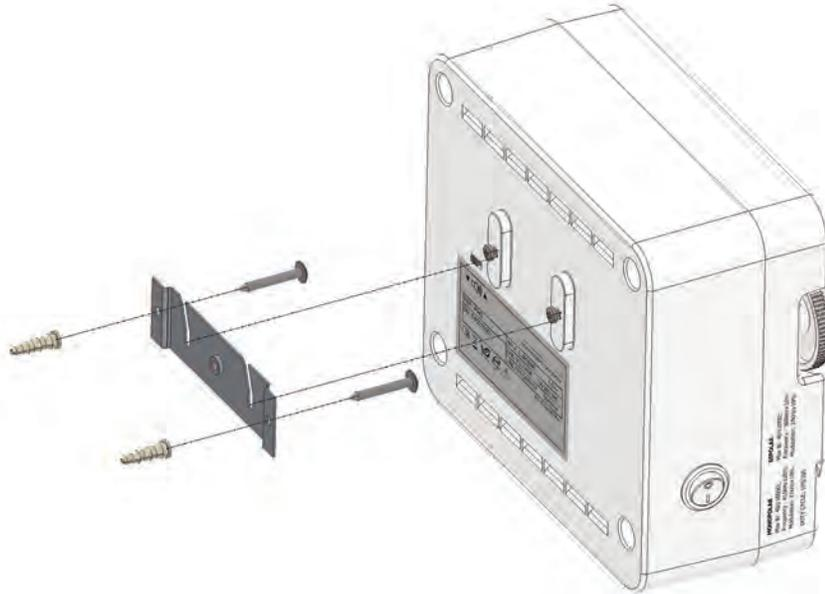

Figura 1
1. Monte o exsiccador DERM 941/942 da Bovie® na parede ou suporte móvel opcional utilizando o kit de montagem padrão (consulte a figura 1). Não utilize a unidade na posição horizontal, pois é possível que sejam derramados líquidos na mesma.